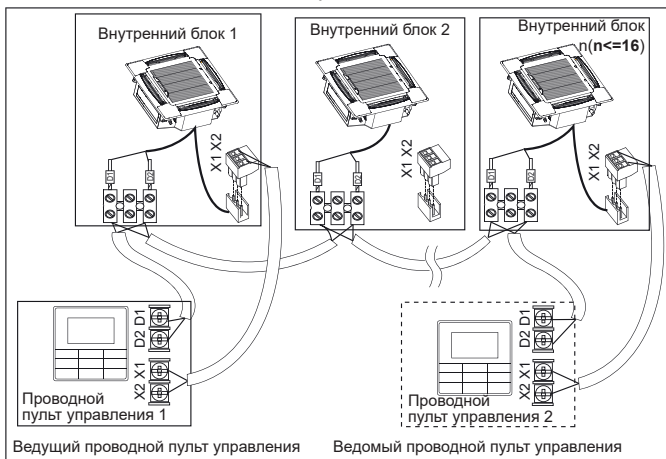

Рисунок 6.8
- Используйте 1 проводной пульт для управления многочисленными внутренними блоками или 2 проводных пульта (один ведущий и один ведомый) для управления многочисленными внутренними блоками (см. рисунок 6.8);